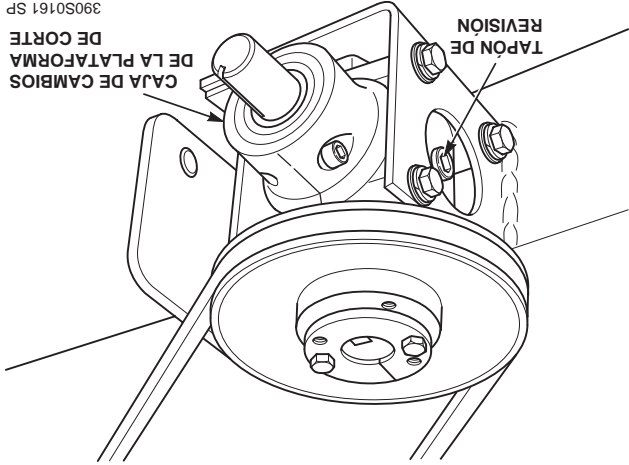

Figura 7-9. Caja de cambios de la plataforma de corte
2. Limpie y remueva la tapa de verificación que esta al lado de la caja de cambios. Vea la Figura 7-9.